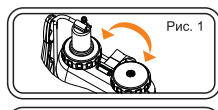

Рис. 1
- демонтируйте рычаг (65), шатун (66) и вал (62), удалив все шпильки, шайбы и оси, фиксирующие данные узлы;
- переставьте местами узел насоса вместе с крышкой (74) и сетчатый фильтр (51) с крышкой заливной горловины(48) (Рис.1);